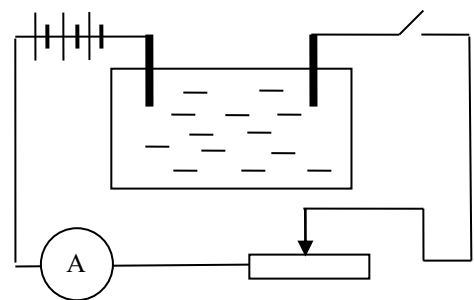

Рис. 1. Электролитическая ванна
2. Составить электрическую цепь по схеме рис. 1.